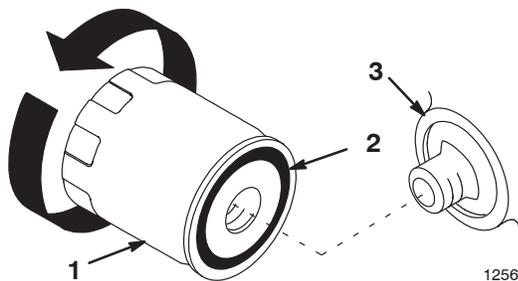

Figure 17
9. Changez le filtre à huile au besoin (Fig. 17).
2. Déposez le filtre à huile usagé et essuyez la surface du joint de l'adaptateur (Fig. 17).
3. Appliquez une fine couche d'huile neuve sur le joint en caoutchouc du filtre de rechange (Fig. 17).
5. Tournez le filtre dans le sens horaire jusqu'à ce que le joint touche l'adaptateur, puis donnez 1/2 à 3/4 de tour supplémentaire (Fig. 17).